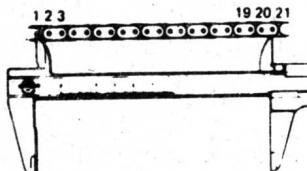

图 1-30
8. 检查正时链条 20 节的长度。如图 1-30 所示，标准尺寸为 127.0 毫米，使用极限为 129.9 毫米。超过极限应予更换。